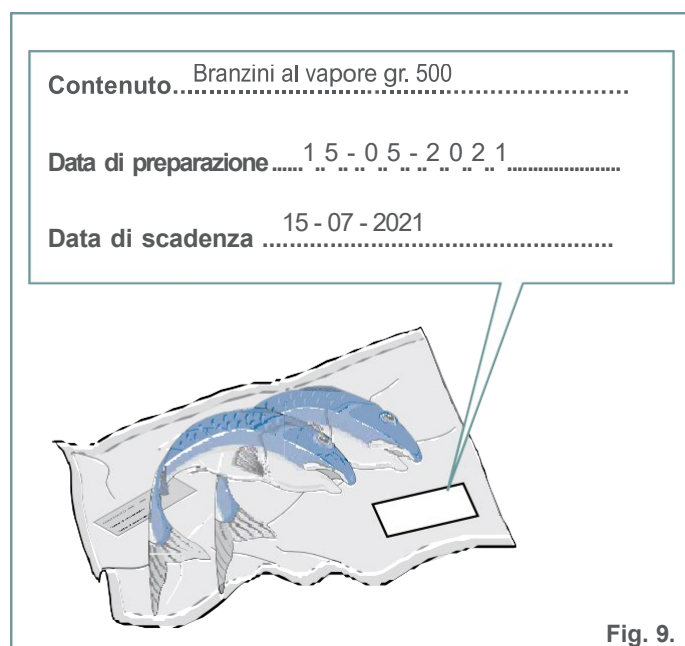

Fig. 9.
► Fig. 9. Dopo l'abbattimento o la surgelazione, conservare gli alimenti in appositi contenitori chiusi o sacchetti idonei agli alimenti, contrassegnandoli con una targhetta che indichi il contenuto, la data di preparazione e quella di scadenza.